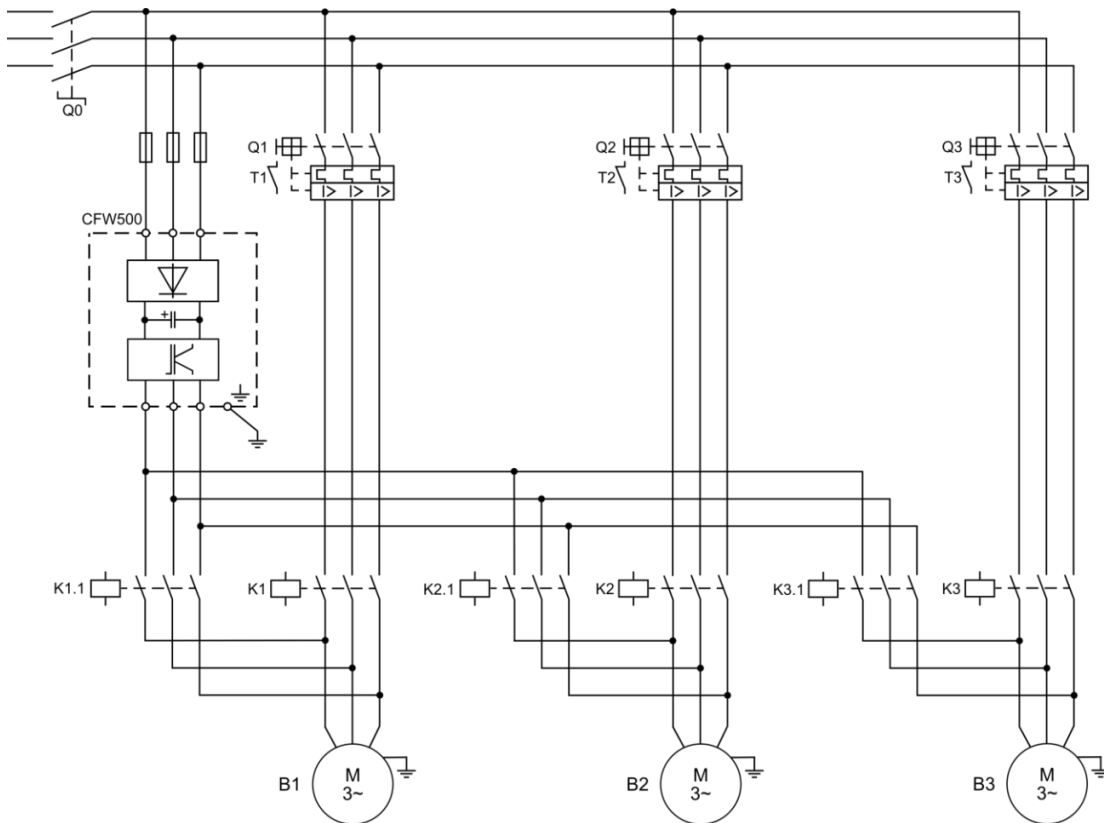

Figura 2.21 – Conexiones de la potencia para la aplicación Pump Genius Multipump con control móvil y tres bombas en paralelo
Las señalizaciones H1, H2 y H3 no son necesarias para el funcionamiento del Pump Genius Multipump con control móvil, tres bombas en paralelo y setpoint (consigna) para control vía HMI, ya que sirven solamente para indicar la condición de funcionamiento de las bombas en el cuadro de mando (CM). En la figura 2.21, las señalizaciones H1, H2 y H3 vienen de contactos auxiliares de los contactores K1, K1.1, K2, K2.1, K3 y K3.1 que accionan las bombas 1, 2 y 3.
La figura 2.21 presenta el diagrama eléctrico de las conexiones de la potencia para un sistema con tres bombas en paralelo, con control móvil.